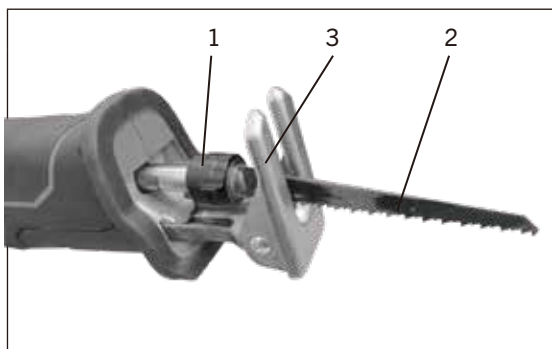

FIG. 1
1. Pour installer une lame dans la scie, tournez le manchon de verrouillage de la lame (1) dans le sens antihoraire (Fig. 1).
2. Insérez la lame appropriée (2) le plus loin possible dans la fente de la lame (3).